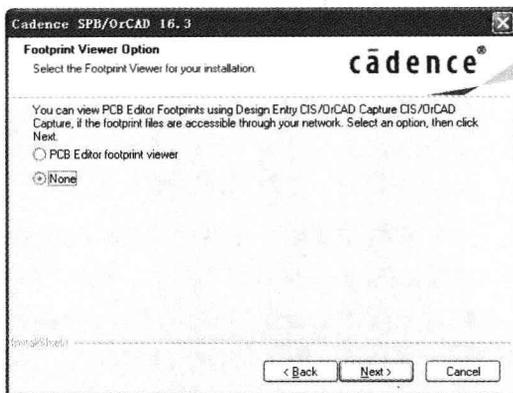

图 1.2.11 “Footprint Viewer Option”窗口
(7) 单击“Next”按钮,出现“Footprint Viewer Option”窗口,设置选项,选择是否对各个元件的封装进行查看,如图 1.2.11 所示。